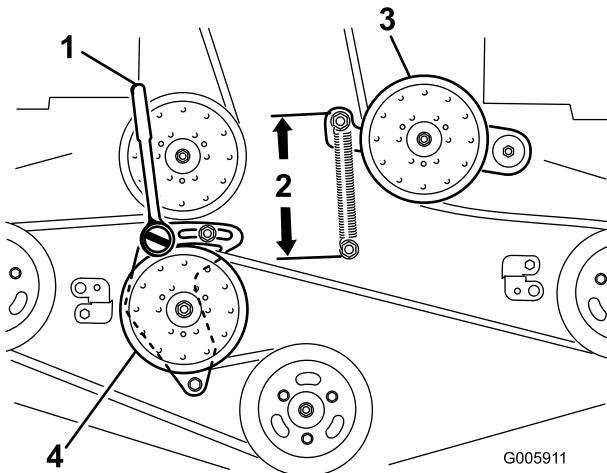

Figura 59
4. Allentate il braccio di rinvio fisso e regolatelo per scaricare la tensione della cinghia (Figura 59).
7. Inserite un cricchetto con un'estensione ridotta o una barra idonea nel foro quadrato nel braccio di rinvio fisso (Figura 59).
9. Per aumentare la tensione della cinghia, ruotate il cricchetto o la barra idonea in senso antiorario per spostare il braccio di rinvio fisso fino a creare uno spazio di 16,5 cm tra i ganci delle molle (Figura 59).